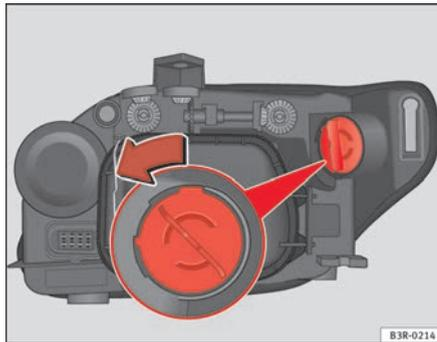

Fig. 202 DRL (feu de circulation de jour)
- Tournez le porte-ampoule dans le sens inverse des aiguilles d'une montre en le saisissant par la poignée ⇒ fig. 202. Retirez le support et l'ampoule.